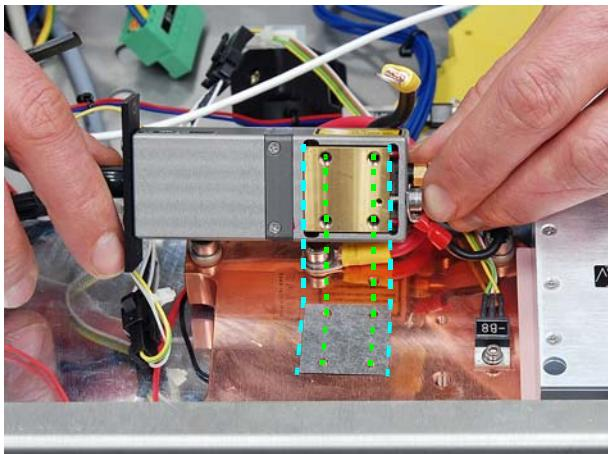

Abbildung 7.68 Graphitfolie auflegen
19. Graphitfolie mit Hilfe einer Pinzette seitlich auflegen (siehe Abbildung 7.68).